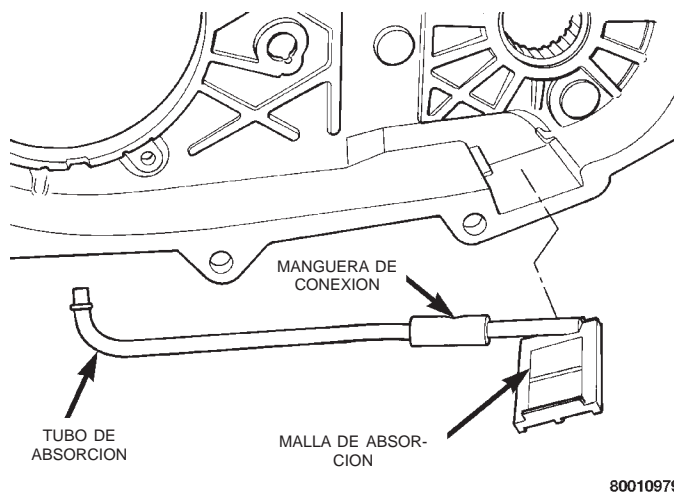

Fig. 19 Desmontaje de malla de absorción de aceite, manguera y tubo
(14) Retire el tubo de absorción de aceite y la malla de la caja trasera (Fig. 19).